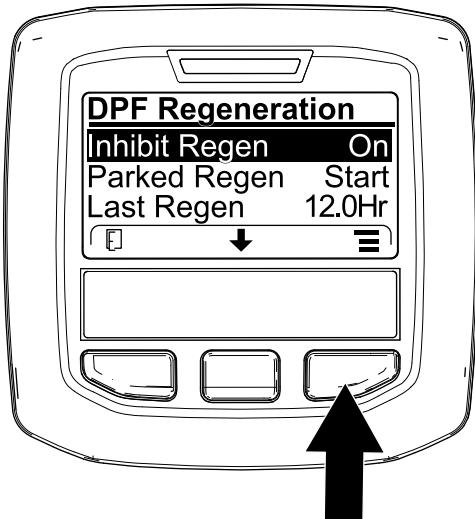
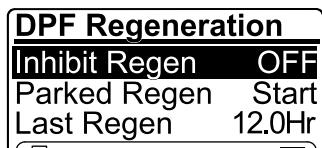

Figure 43
Figure 44
1. Ouvrez le menu DPF Regeneration (régénération du FAP), appuyez sur le bouton central pour naviguer jusqu'à l'option INHIBIT REGEN (interdiction de régénération), et appuyez sur le bouton droit pour la sélectionner (Figure 43).
- Appuyez sur le bouton droit pour changer l'option d'interdiction de régénération de On (activée) à Off (désactivée) (Figure 43) ou inversement (Figure 44).